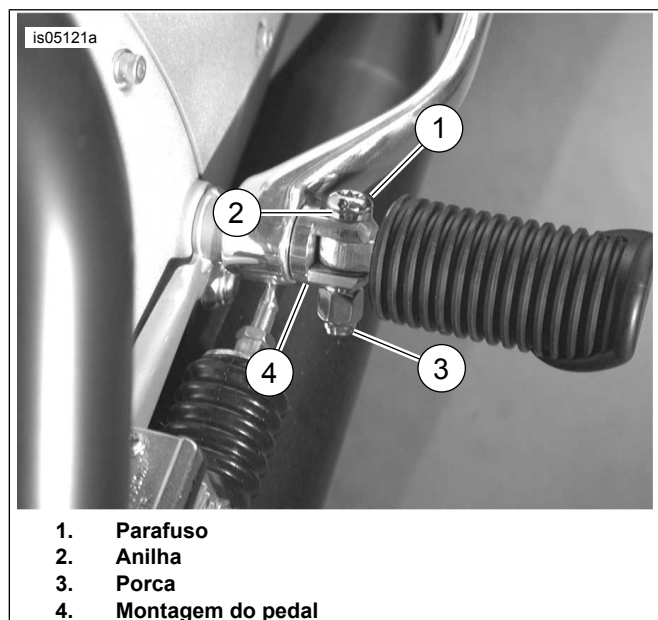

Figura 2. Instalação do Parafuso do Pedal
2. Ver a Figura 2. Instale o pedal com a **nova** anilha (2) e o parafuso (1).
3. Instale a porca **nova** (3). Aperte.